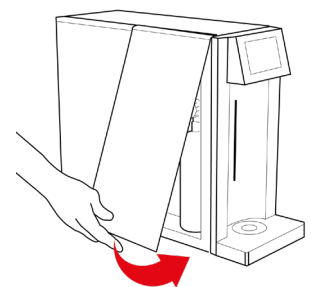

Fig. 2-13
33.4 – Rimontare il pannello laterale in plastica, inserendolo prima nella sede superiore per consentire l'aggancio dello stesso al telaio dell'apparecchio e poi appoggiare la parte inferiore del pannello contro l'apparecchio, vedi Fig. 2-13.